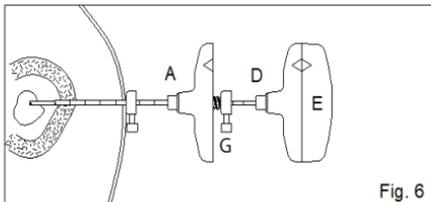

Fig. 6
FIG. 6 Insira o conjunto da Agulha para biópsia e Cabo (D+E) através da Cânula (A). Gire cuidadosamente a Agulha para biópsia (D+E) no sentido horário até que a profundidade de biópsia desejada seja alcançada (ou até que o medidor de profundidade (G) da Agulha para biópsia (D) alcance a extremidade luer da Cânula (A)). Em seguida, gire a Agulha para biópsia e o Cabo (D+E) no sentido anti-horário e remova. Remova o Cabo (E) da Agulha para biópsia (D); insira o Pino ejetor (F) através da Agulha para biópsia (D) da extremidade luer e ejeete a amostra.